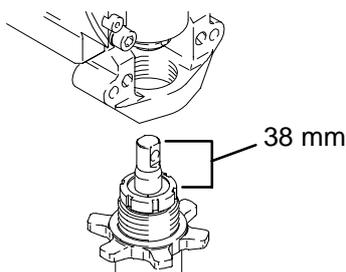

Fig. 19
1. Fig. 19. Extraiga el vástago del pistón 38 mm. Enrosque la bomba hasta que los orificios de la travesía del cojinete y del vástago del pistón queden alineados.